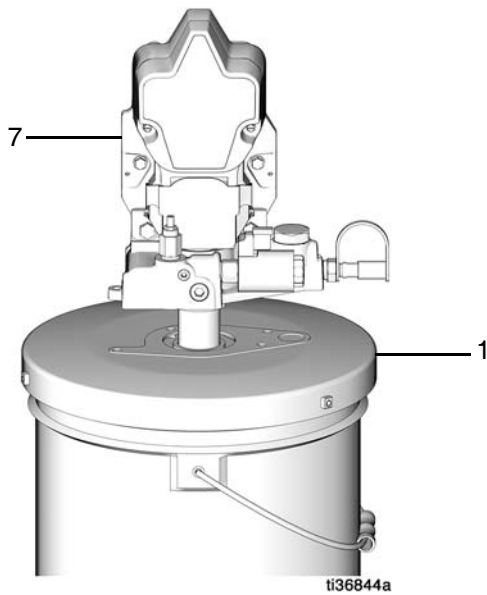

FIG. 8
8. Coloque la bomba (7) sobre la cubierta, pasándola por la junta y la cubierta de bidón (1) (FIG. 8).